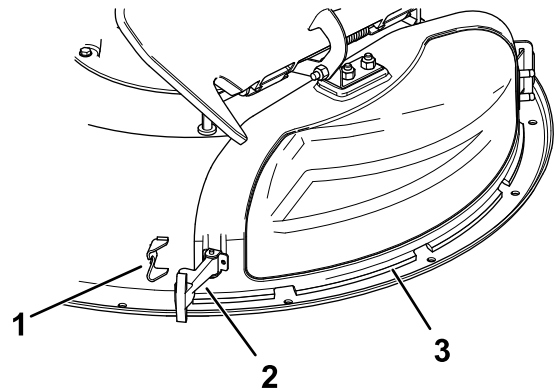

Figure 11
3. Dégagez le loquet à poignet flexible de la gâche sur le couvercle d'éjection et faites pivoter ce dernier sur la droite (Figure 11).
6. Fixez le couvercle d'éjection au plateau de coupe en accrochant le loquet à poignée flexible du couvercle d'éjection à la gâche sur le plateau de coupe (Figure 11).